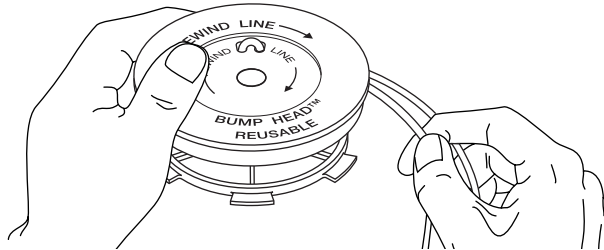

Fig. 16
7. Bobine las líneas en capas parejas y ajustadas sobre el carrete (Fig. 16). Bobine la línea en la dirección indicada en el carrete interior. Coloque su dedo índice entre las dos líneas para evitar que se superpongan. No superponga los extremos de la línea. Proceda al paso 11.